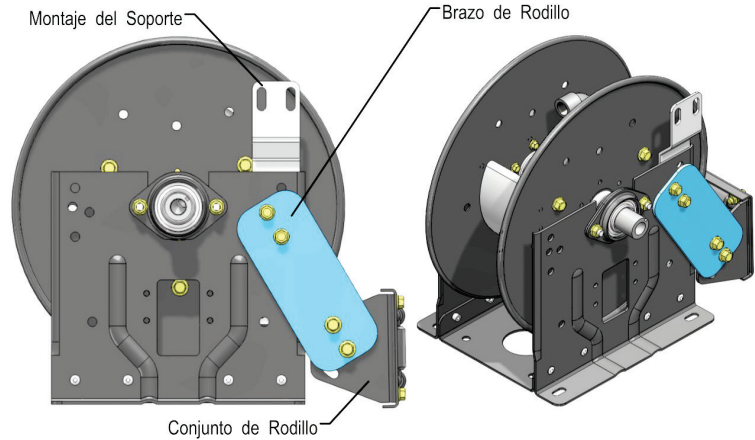

Figura 3 – Carrete con rodillos en la posición SR
1. Quite el resorte según Hannay TSB 2013.06.003 Cambiar un motor con resorte de Hannay, esto se puede encontrar en www.hannay.com. El carrete debe verse como la Figura 3.